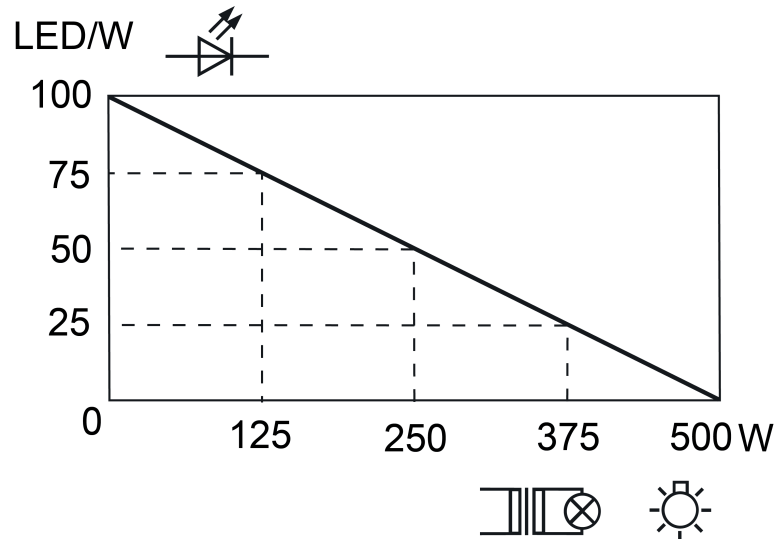

Bild 4
- i** Mischlastbetrieb von LED-Lampen oder Kompaktleuchtstofflampen mit anderen zulässigen Lasten möglich. Lastkurve (Bild 4) beachten.